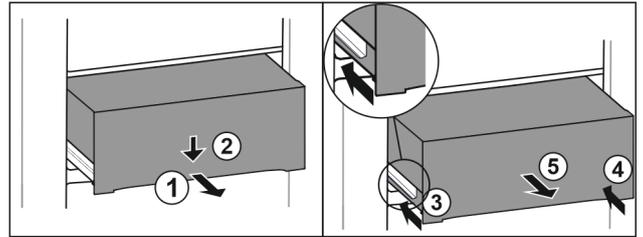

Fig. 88
- ▶ Extraiga el cajón hasta la mitad. Fig. 88 (1)
- ▶ Presionar hacia abajo el cajón de la parte delantera. Fig. 88 (2)
- ▶ Introducir el carril izquierdo unos 2 cm. Fig. 88 (3)
- ▶ Introducir el carril derecho unos 2 cm. Fig. 88 (4)
- ▶ Extraiga el cajón hacia adelante. Fig. 88 (5)